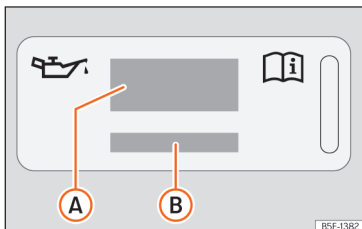
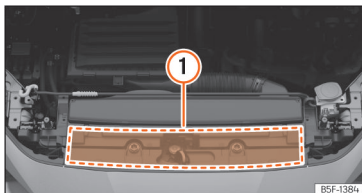

Abb. 210 Im Motorraum: Aufkleber mit Motoröl-Spezifikationen
Abb. 211 Im Motorraum: Position des Aufklebers mit Motoröl-Spezifikationen
Legende zu » Abb. 210:
Wenn Motoröl nachgefüllt werden muss, verwenden Sie eines der auf dem Aufkleber angegebenen Motoröle » Abb. 210. Der Aufkleber mit der vorgeschriebenen Motoröl-Norm befindet sich im vorderen Bereich des Motorraums » Abb. 211 (1). Bei Verwendung des empfohlenen Motoröls kann das Motoröl so oft wie erforderlich nachgefüllt werden.